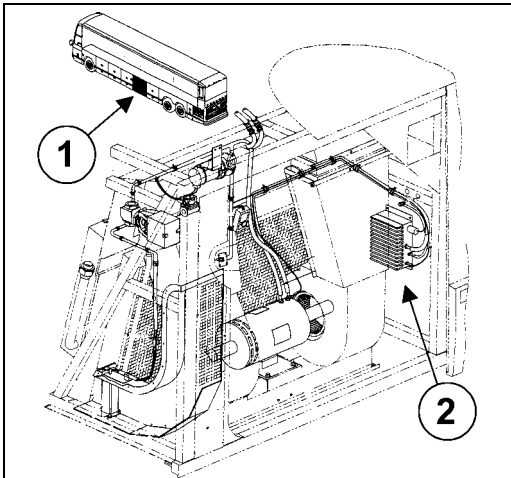

FIG. 1 : CONTROLE DU VENTILATEUR DE L'ÉVAPORATEUR
1. Ouvrir la porte du compartiment de l'évaporateur (1, Fig. 1).
2. Le module de contrôle se trouve sur le mur droit du compartiment (2, Fig. 1).